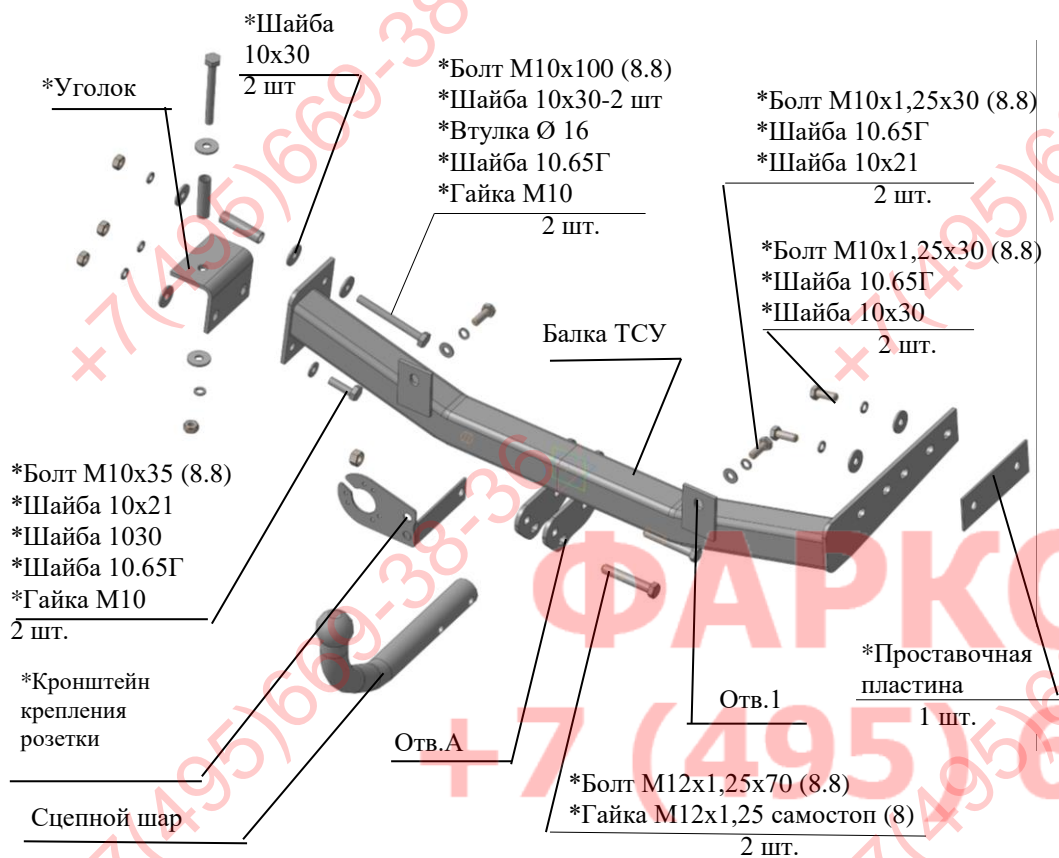

Рис.1 Тягово-сцепное устройство ТСУ 2192.
2.1 ТСУ 2192 в сборе (рис.1)	1 шт.
2.2 Пакет с комплектующими (см. рис.1)	1 шт.
4.3 Закрепить ТСУ через отверстия "1" к кузову автомобиля болтами М10х1,25х30, используя гайки штатные, не затягивая крепеж (соответственно рис.1).
4.4 Закрепить балку ТСУ к правому лонжерону болтами М10х1,25х30, используя гайки штатные, к левому лонжерону - болтами М10х100 и гаками М10 через левый кронштейн и уголок, вставив в просверленные слева отверстия распорные втулки (соответственно рис.1). При наличии зазора между ТСУ и лонжероном - установить проставочную пластину и шайбы 10х30 (при необходимости). Крепеж не затягивать.
4.5 Закрепить балку ТСУ и уголок болтами М10х35 и гайками М10 (соответственно рис.1). Крепеж не затягивать.